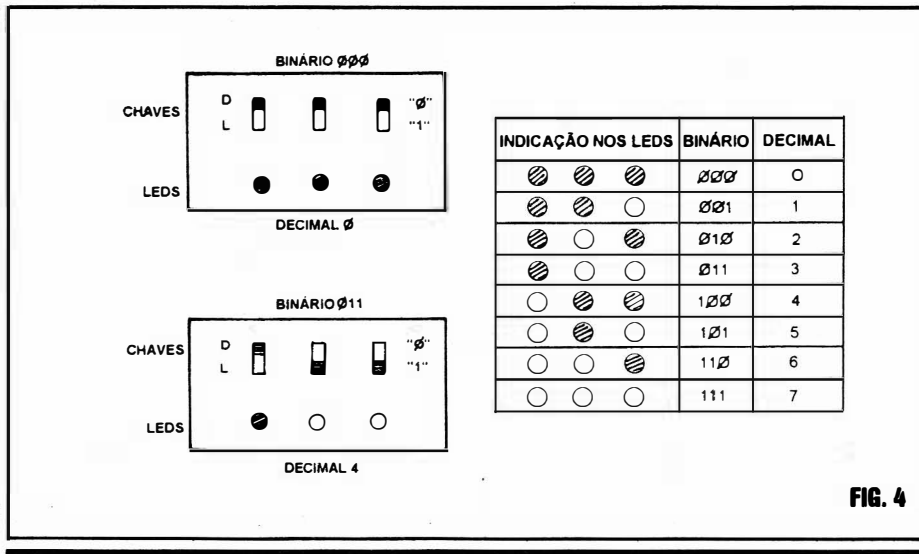

FIG. 4
**- FIG. 4 - USANDO, EXPERIMENTALMENTE, O CONTADOR BINÁRIO...** - Nosso contador binário é - obviamente - "não automático" - já que cada dígito que forma os números deve ser individualmente inserido pelo acionamento do respectivo interruptor... Nodograma, "imaginamos" um pequeno painel, onde se distribuem os três interruptores, logo acima dos três respectivos LEDs (que funcionam como **display** para o número escrito em **binário**...). Observem as indicações "0" e "1" junto às chaves, mostrando os valores assumidos por cada uma das suas duas posições possíveis... Verifiquem, em seguida, como qualquer número ou quantidade, de **zero até sete**, pode ser facilmente **escrito** e "mostrado" (via **display** de LEDs),